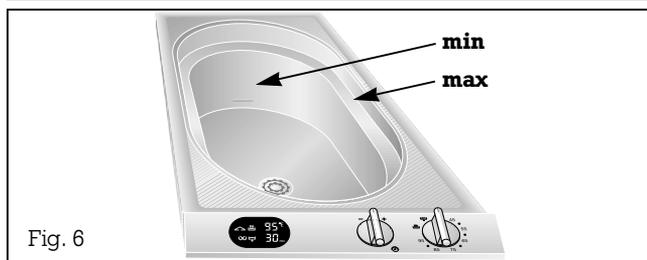

Fig. 6
- Riempite la vasca di cottura con acqua o con un altro liquido di cottura. (Per i quantitativi si rimanda alla tabella di cottura e al libro delle ricette). La vasca deve essere riempita con acqua massimo fino alla bordura o minimo fino al contrassegno inferiore (Fig. 6).